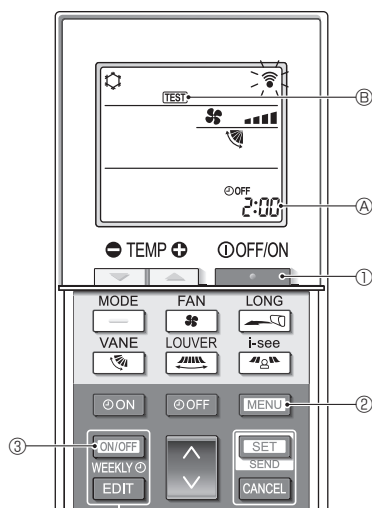

Fig. 7-5
■ Тестовий прогін (Fig. 7-5)
- Натисніть кнопку [ON/OFF WEEKLY] ① для зупинки кондиціонера.
- Якщо ввімкнено тижневий таймер (увімкнено режим **WEEKLY**), натисніть кнопку [ON/OFF WEEKLY] ③, щоб його вимкнути (режим **WEEKLY** вимкнено).
- Натисніть і тримайте кнопку [MENU] ② протягом 5 секунд.
- Натисніть кнопку [MENU] ②.
- З'являється напис **TEST** ⑥, і блок переходить у режим тестового прогону.
- [ON/OFF WEEKLY] ③: перемикач між режимами охолодження й обігріву та запуск тестового прогону.
- [FAN] ④: перемикач швидкості вентилятора та запуск тестового прогону.
- [LOUVER] ⑤: перемикач напрямку потоку повітря та запуск тестового прогону.